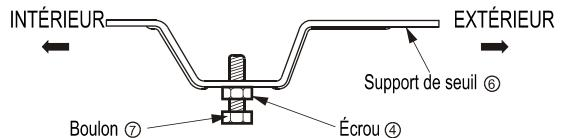

Fig. 3
3. Retirez les blocs de polystyrène qui ont servi au transport du compresseur. (Fig. 3)
- Assemblez le support de seuil ⑥ à l'aide des pièces illustrées dans la fig. 3 mais ne les serrez pas. (Fig. 3)